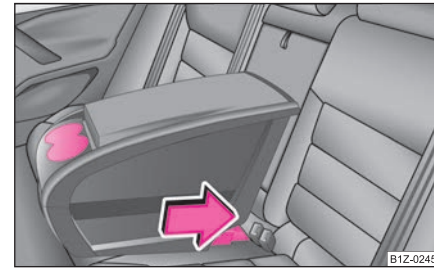

Fig. 113 Cutia de depozitare
- Împingeți apoi brațele de fixare ale cutiei de depozitare în inelele de susținere ale suportului de fixare, până se fixează cu zgomot ⇒ fig. 113.